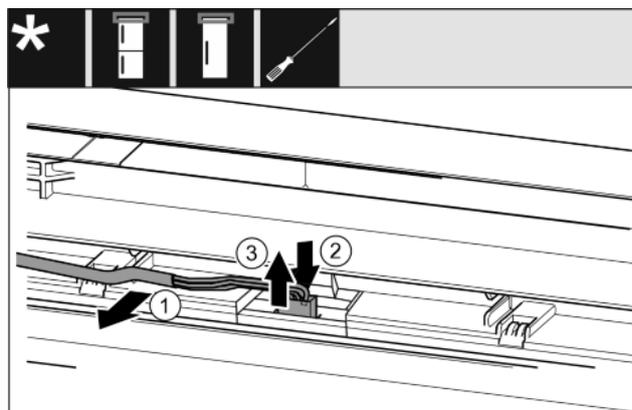

Fig. 16
- ▶ Sortir délicatement le câble gris du guide dans la porte. *Fig. 16 (1)*
- ▶ Pousser la languette sous la prise vers l'arrière. *Fig. 16 (2)*
- ▶ Tirer soigneusement la prise vers le haut. *Fig. 16 (3)*